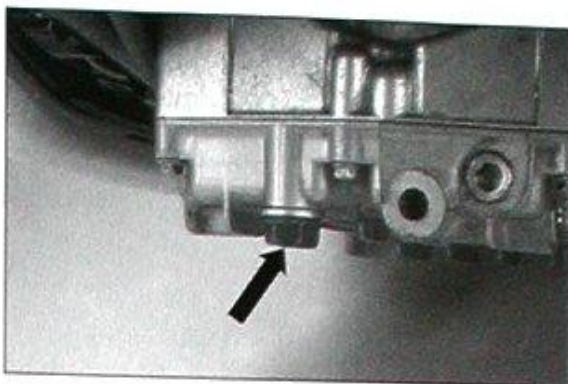

Bild 45
- Ölablass-Schraube (Bild 45) ausdrehen.